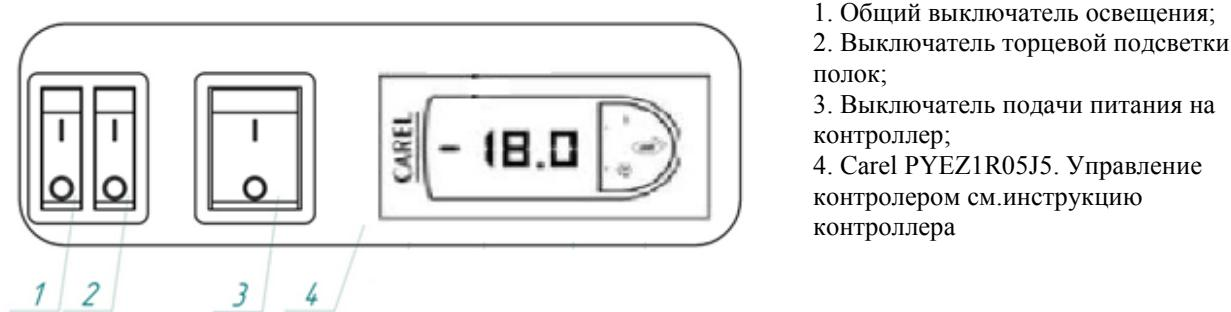

Рис. 2. Пульт управления с контроллером Carel PYEZ1R05J5
3. После подключения изделия к электросети в соответствии с вышеизложенными правилами, можно приступить к его пуску с панели управления. Панель управления представлена на рис.2.